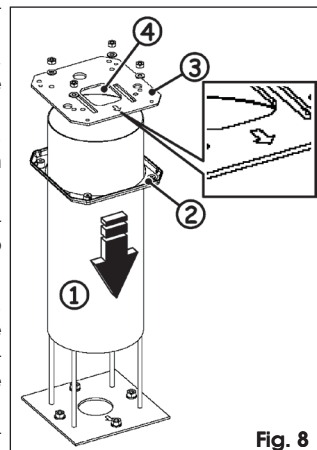

Fig. 8
1. Coloque el tubo de soporte, Fig. 8 ref. ①, en la placa de cimentación.
2. Inserte el cárter de plástico, Fig. 8 ref. ②, y déjelo apoyado en el suelo.
1. Coloque la placa superior, Fig. 8 ref. ③, y pase los cables de conexión por el bolsillo cuadrado, Fig. 8 ref. ④, de modo que sobresalgan unos 600 mm.